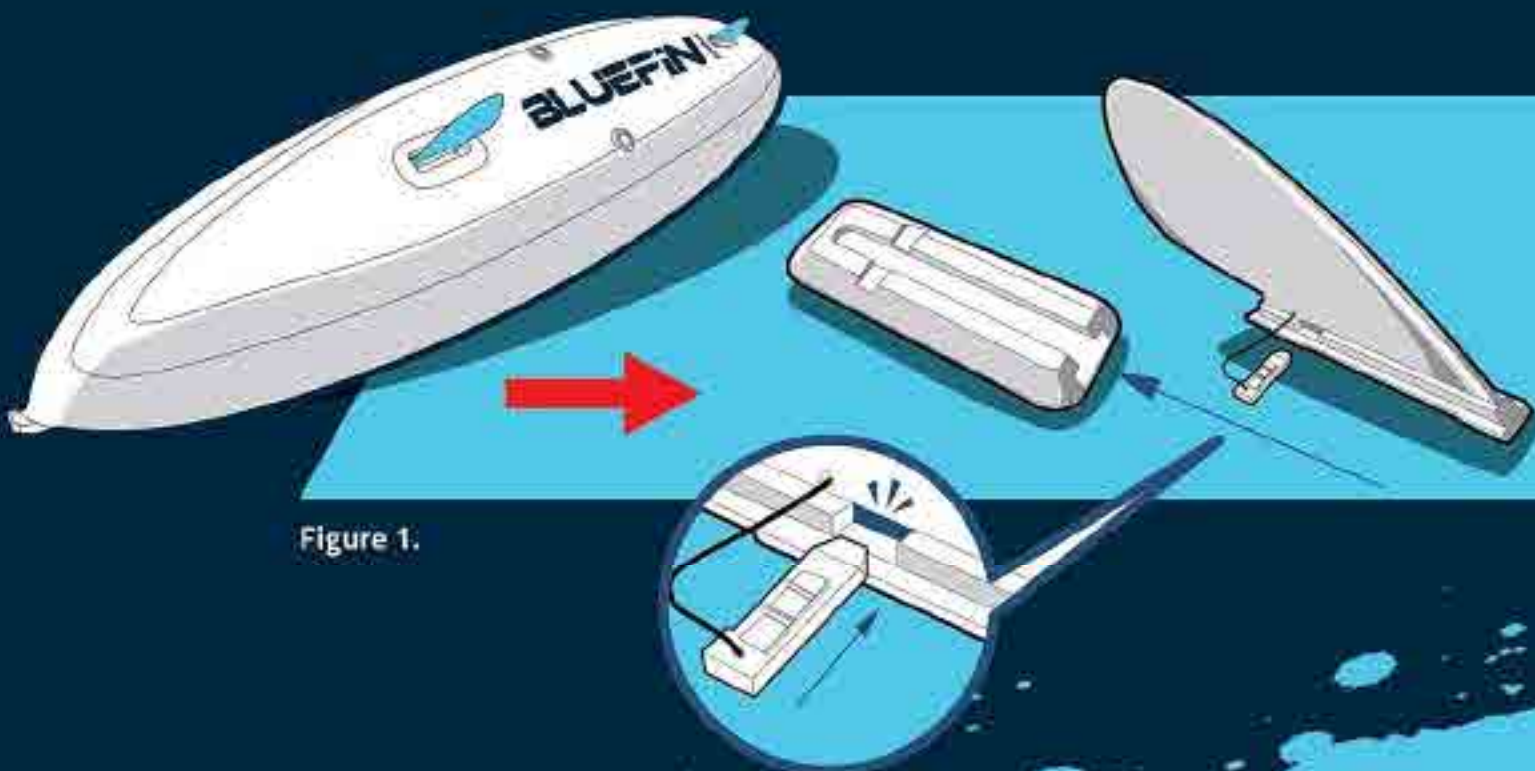

Figure 1.
- Insérez l'aileron dans l'emplacement de la boîte d'aileron par l'extrémité. **Figure 1**